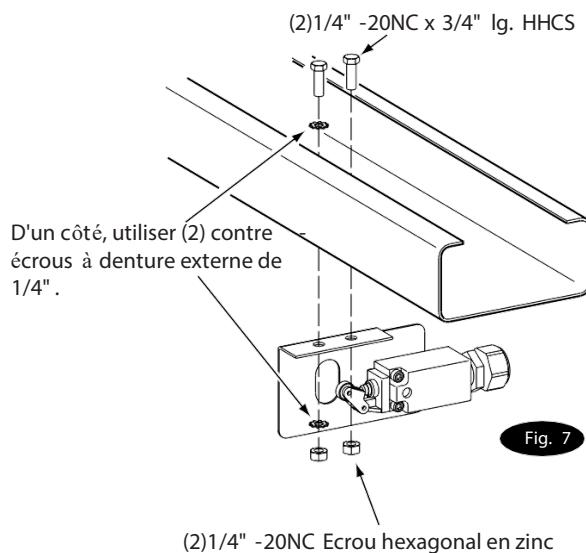

Fig. 7
Monter l'ensemble de l'interrupteur vers la colonne de l'unité d'alimentation en utilisant (2) 1/4"-20NC x 3/4" lg. HHCS, écrous 1/4"-20NC et rondelles étoilées 1/4", Fig. 7.
(4) 3/8 « -16NC x 3/4 » HHCS à collet et contre-écrou à collet